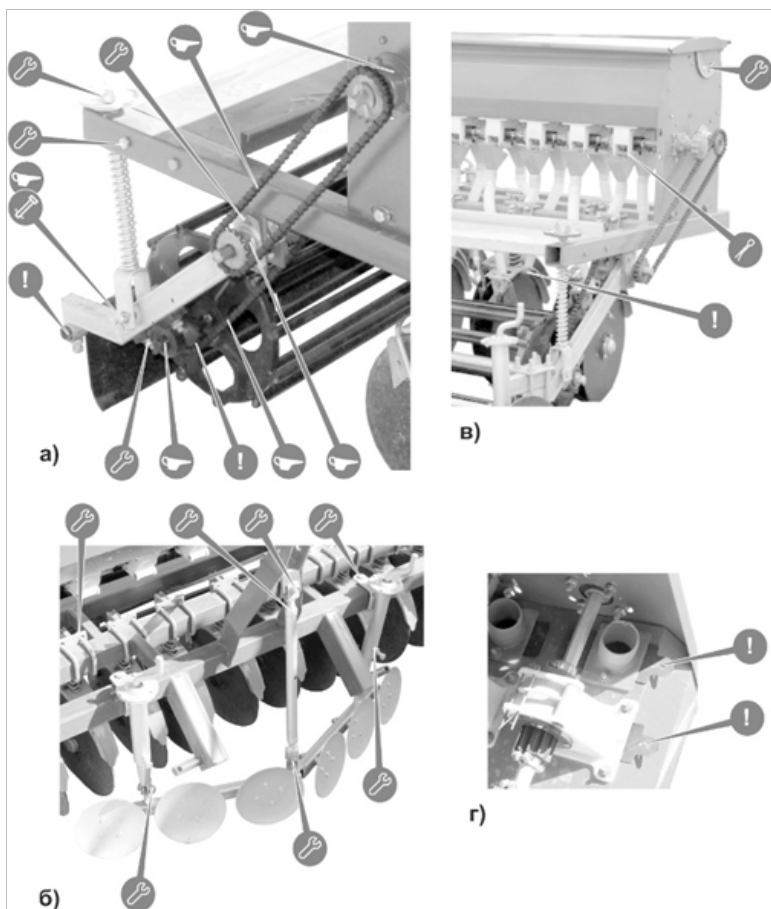

Рисунок 6.1. Схеми розташування точок змащування сівалок.
4. Змастіть сівалку згідно схеми розташування точок змащення (див. рис. 6.1) по відповідних піктограмах.